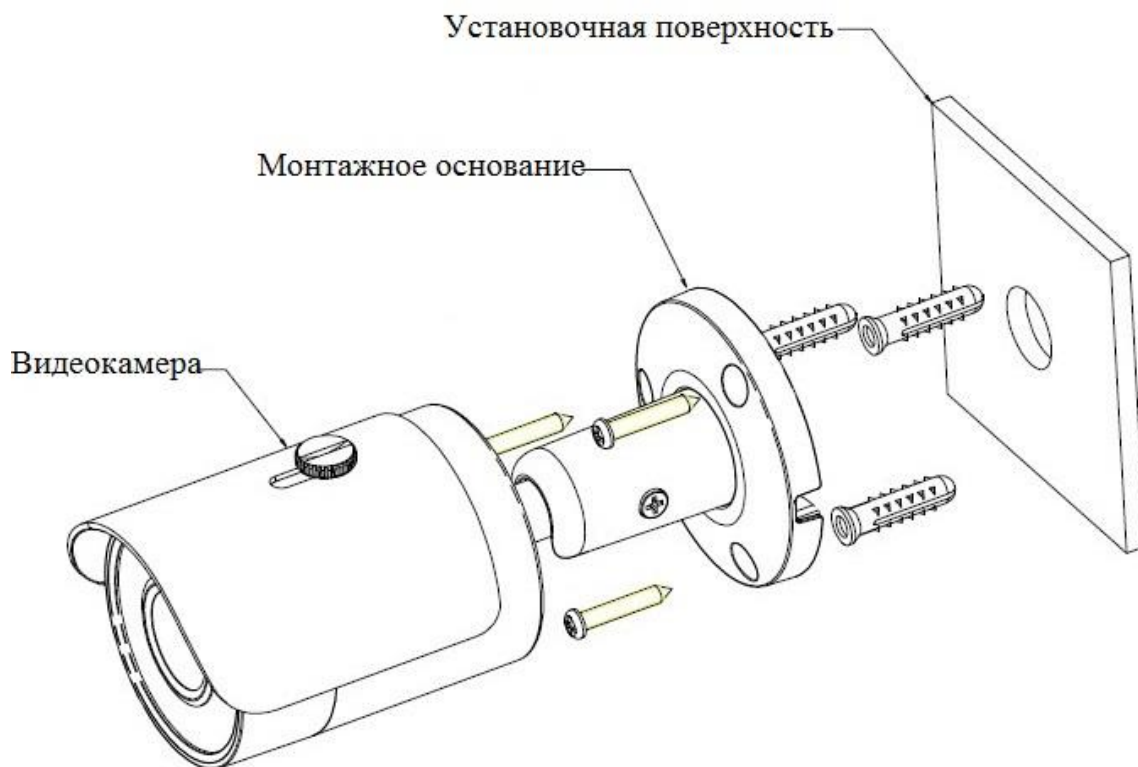

Рисунок 5.3
5.6 Прикрепите видеокамеру к установочной поверхности (рис.5.3). При необходимости поверните корпус видеокамеры на желаемый угол.